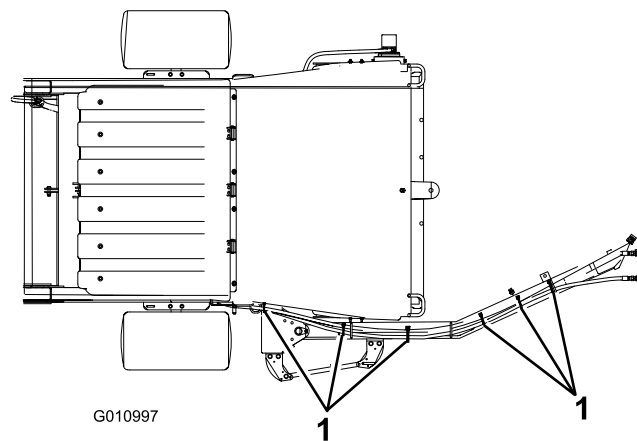
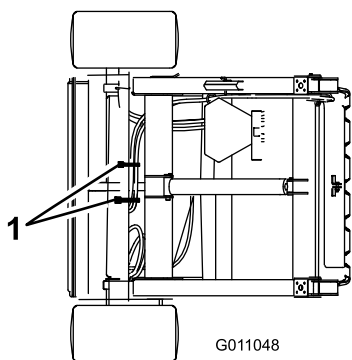

Figura 11
Figura 12
2. Fissate i flessibili e il cablaggio preassemblato, come illustrato nella Figura 11 e nella Figura 12.